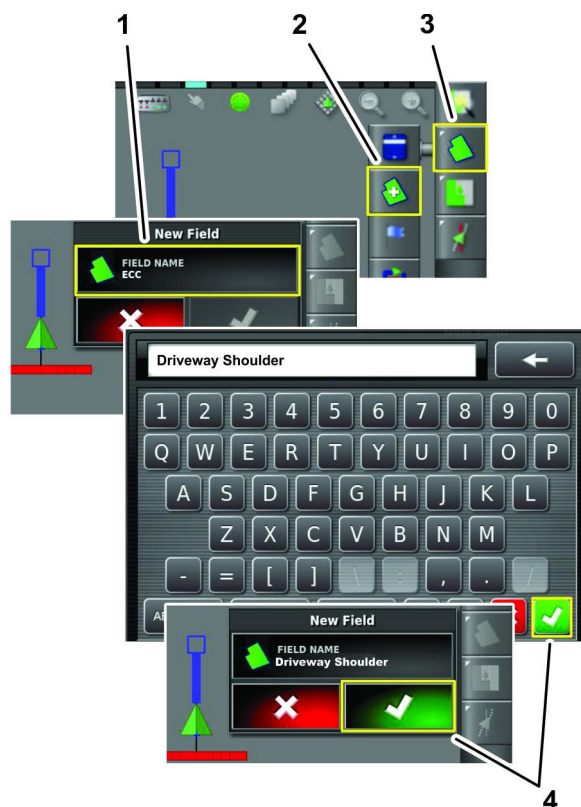

図 38
1. 現場メニューアイコンを押し、新規フィールド境界アイコンを押す 図 38。
2. 現場名アイコンを押す 図 38。
3. 画面内キーボードから現場の名称を入力し、承認アイコンを押す 図 38。
4. 新現場ダイアログボックスの中で、承認アイコンを押す 図 38。